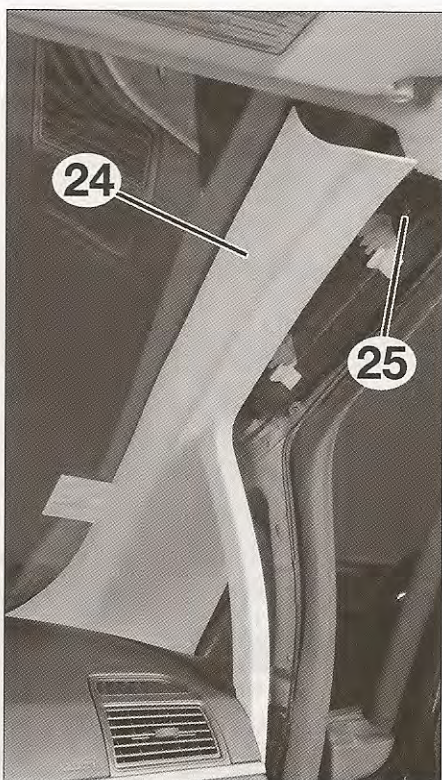

FIG. 32
- Desengrapar las guarniciones (24) de los montantes de parabrisas (fig. 32).
- Desmontar los tornillos de fijaciones (25) de las trenzas de sujeción.